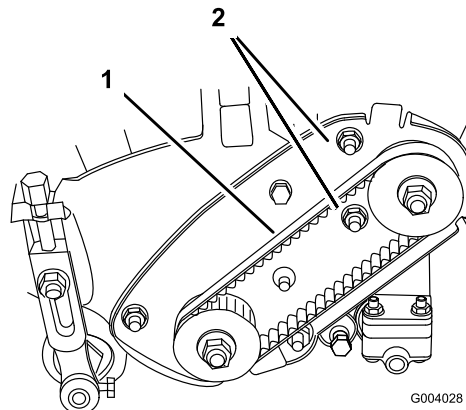

Figure 32
- A. Desserrez les écrous de montage du logement de roulement (Figure 32).
- C. Tout en maintenant le réglage de la clé dynamométrique, serrez les écrous de fixation du logement de roulement (Figure 32). Ne tendez pas la courroie excessivement.